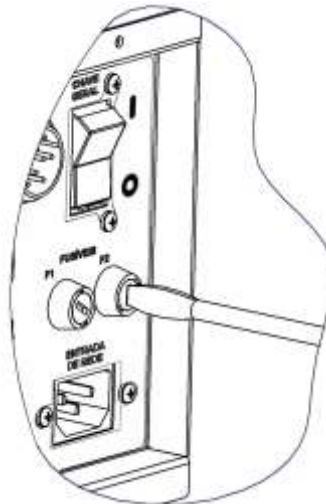

Figura 186 – Porta fusível – MC1
- Insira uma chave de fenda no rasgo do porta fusível e gire para esquerda, até destravar a tampa, conforme figura 186.